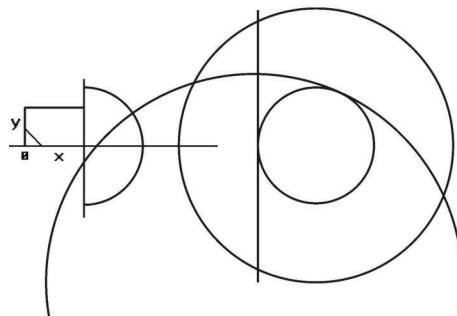

图 2-15
(10) 以 A 点为圆心, 选择 圆心\_半径 菜单, 以 R=50 绘制圆, 如图 2-15 所示。